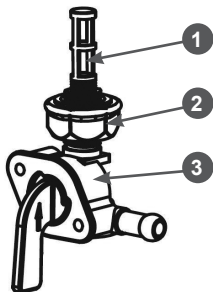

Рис. 17. Устройство топливного крана
Каждые 300 часов работы или один раз в год в зависимости от того, что наступит раньше, необходимо производить очистку топливного бака от грязи и конденсата. Перед этим рекомендуется полностью выработать топливо. Одновременно с очисткой топливного бака необходимо проверять и очищать фильтр, установленный в топливном кране (Рис. 17). Поврежденный или сильно загрязненный фильтр необходимо заменить.
Устройство топливного крана показано на Рис. 17.
4. Открутите контргайку 2 на 1-2 оборота после чего выкрутите топливный кран из топливного бака (Рис. 17).
5. Выкрутите из корпуса 3 топливного крана сетчатый фильтр 1 (Рис. 17).